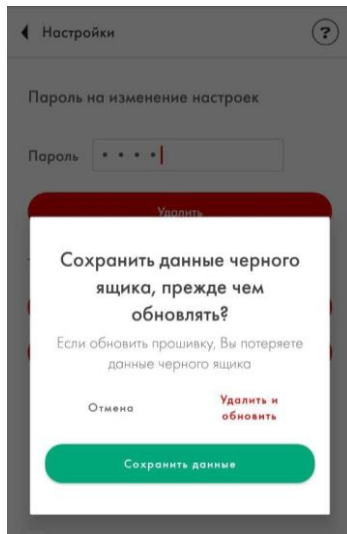

Рисунок 20 – Окно настроек обновления
2.3.14 Для обновления прошивки датчика до актуальной версии (при необходимости) необходимо после введения пароля (при наличии) нажать кнопку «**Режим обновления**», после чего откроется окно настроек обновления (рисунок 20). При обновлении есть возможность сохранить ранее накопленные данные, нажав кнопку «**Сохранить данные**». Рекомендуется очистить память, нажав кнопку «**Удалить и обновить**».